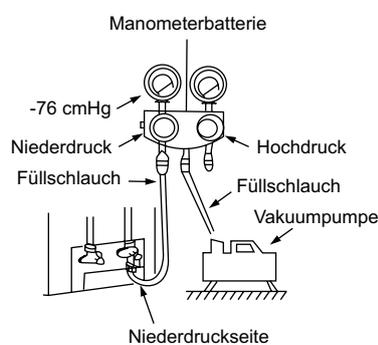

Abb. 8-3
3. Rohrleitungen evakuieren (s. Abb. 8-3).